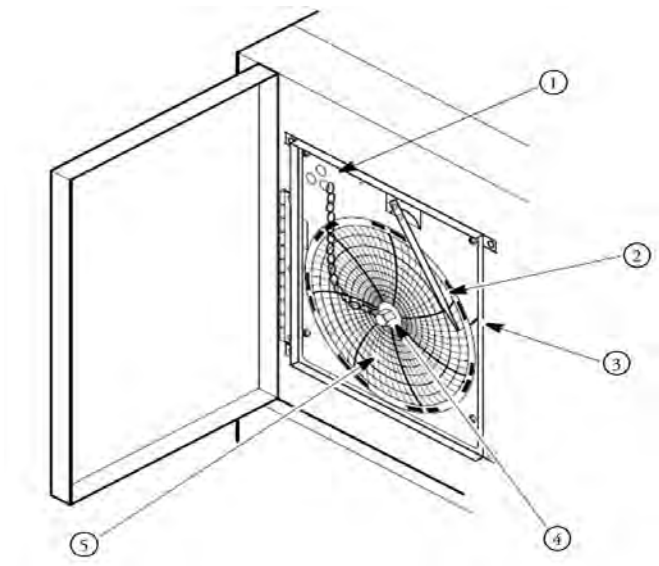

Figure 15. Enregistreur graphique
3. Desserrez l'écrou central, retirez l'ancien papier graphique et installez le nouveau. Alignez soigneusement l'heure et la date avec le repère sur le panneau de l'enregistreur (une petite rainure sur le côté gauche du panneau, comme représenté dans la *Figure 15*).